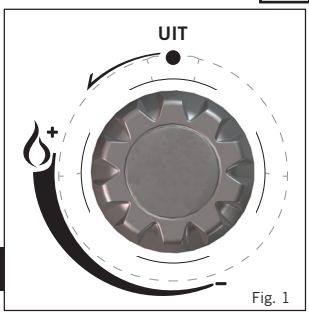

Fig. 1
- Voordat de gastoevoer aangesloten wordt, eerst controleren of de gaskraan van het toestel in de uit stand staat door de bedieningsknop helemaal rechtsonter te draaien (zie fig. 1).
- Om de gasfles aan te sluiten, eerst controleren of de gaskraan van het toestel in de uit stand staat door de bedieningsknop rechtsonter te draaien tot aan zijn aanslag (zie fig. 1). Eervoor zorg dat de gasfles rechtop wordt gehouden, de gas container rechtsonter op het ventiel schroeven totdat deze volledig goed aangesloten zit, alleen handvast aandraaien. Wanneer de container te vast aangedraaid zit kan dit het ventiel van de cilinder beschadigen.